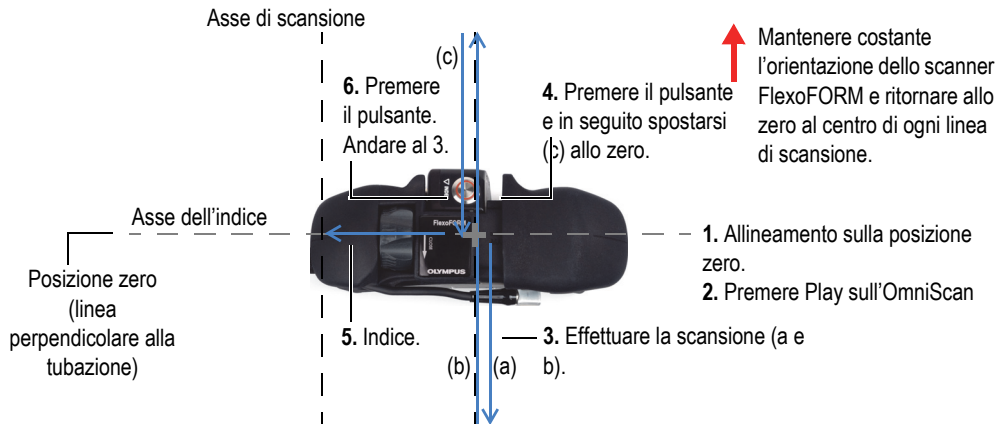

Figura 4-4 Schema di scansione per un raccordo di una tubazione
3. Muovere lo scanner FlexoFORM lungo la linea di scansione e osservare la schermata dello strumento per assicurarsi che tutti i dati siano stati acquisiti. Lo schema di scansione a 360° consigliato per una tubazione o un raccordo è illustrato nella Figura 4-4 a pagina 39.